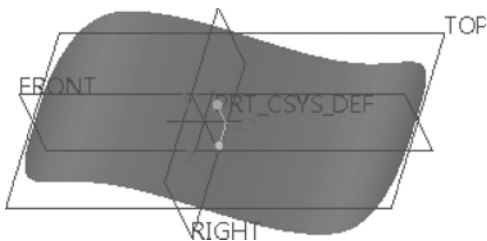

图 7-58 完成顶点倒圆角
③ 在模型窗口中选择曲面的其中一个顶点，按住〈Ctrl〉键的同时选择其他 3 个顶点。
④ 在“顶点倒圆角”选项卡的“圆角”文本框中输入修整圆角半径为“60”。
⑤ 在“顶点倒圆角”选项卡中单击“完成”按钮，完成效果如图 7-58 所示。